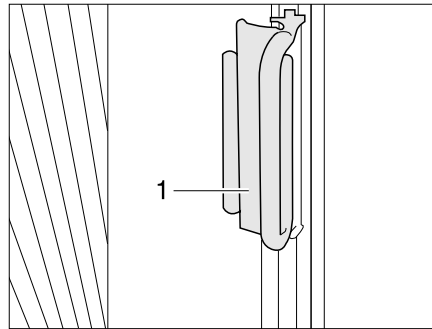

Bild 13 Griff faltverdunklung Fahrer-/Beifahrerfenster
- Die faltverdunklungen für das Fahrerfenster und das Beifahrerfenster mit dem Griff (Bild 13,1) auf den Aufsatz schieben. Die faltverdunklung ist gesichert.